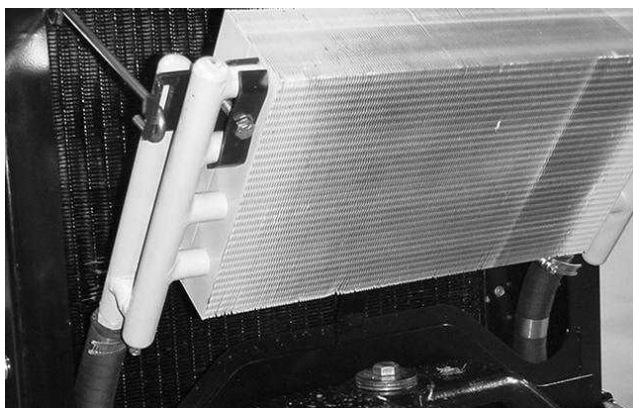

Figure 44
3. Déverrouillez le refroidisseur d'huile et faites-le basculer en arrière (Fig. 44). Nettoyez soigneusement les deux côtés du refroidisseur et du radiateur avec de l'eau ou de l'air comprimé. Rabattez le refroidisseur d'huile en position,